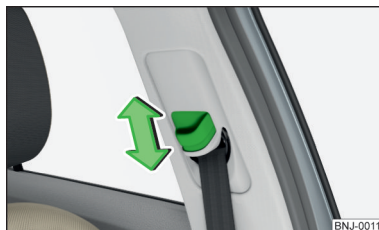

Abb. 5 Vordersitz: Gurthöheneinstellung
- Den Umlenkbeschlag drücken und in die gewünschte Richtung schieben » Abb. 5.